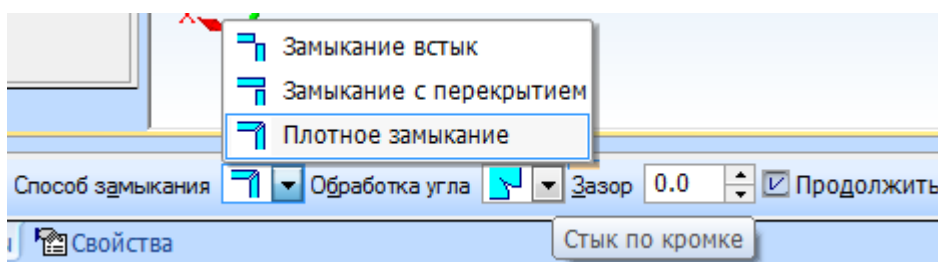

Рисунок 73.
2. На панели свойств в группе «Способ замыкания» указываем «Плотное замыкание», в группе «Обработка угла» - «Стык по кромке». Поставить флажок - «Продолжить» (рисунок 73).